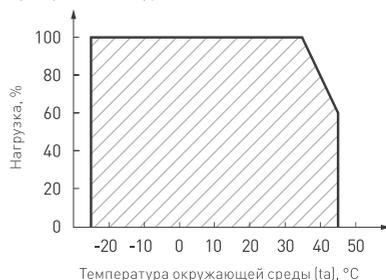

Рис. 3. Максимальная допустимая нагрузка, % от мощности источника
Диапазон рабочих температур окружающей среды	–25... +40 °С (см. рис. 3)
- 4.3. Не нагружайте источник питания более 80% от его максимальной мощности. Учтите, что с повышением температуры окружающей среды максимальная мощность источника питания снижается, см. график зависимости на рис. 3.